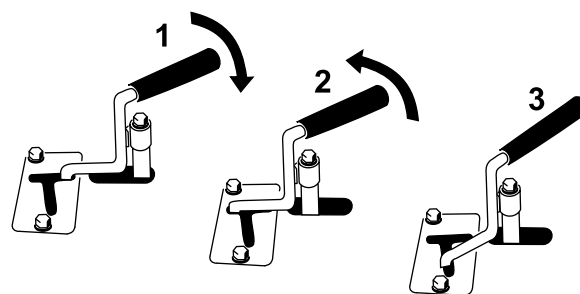

Рисунок 12
- Чтобы гидравлическое навесное орудие начало двигаться в направлении вперед, поверните рычаг вспомогательной гидравлики назад и потяните его в сторону контрольной штанги (Рисунок 12, номер 1).
- Для того чтобы гидравлическое навесное орудие начало двигаться в обратном направлении, поверните рычаг вспомогательной гидравлики назад, затем сдвиньте его влево, в верхний паз (Рисунок 12, номер 2).
**Примечание:** При отпускании рычага из положения движения ВПЕРЕД рычаг автоматически вернется в НЕЙТРАЛЬНОЕ положение (Рисунок 12, номер 3). Если рычаг находится в положении ЗАДНЕГО ХОДА, он будет оставаться в этом положении до тех пор, пока вы не выведете его из паза.